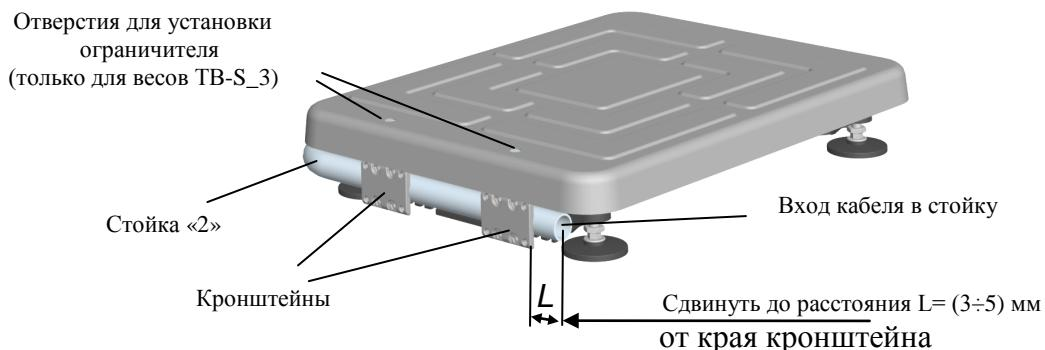

Рис. 5.1 - Крепление круглой вращающейся стойки к модулю TB-S
- Сдвинуть стойку S2 на расстояние $L = 3\div5$ мм от края стойки, до края кронштейна, Рис. 5.1.